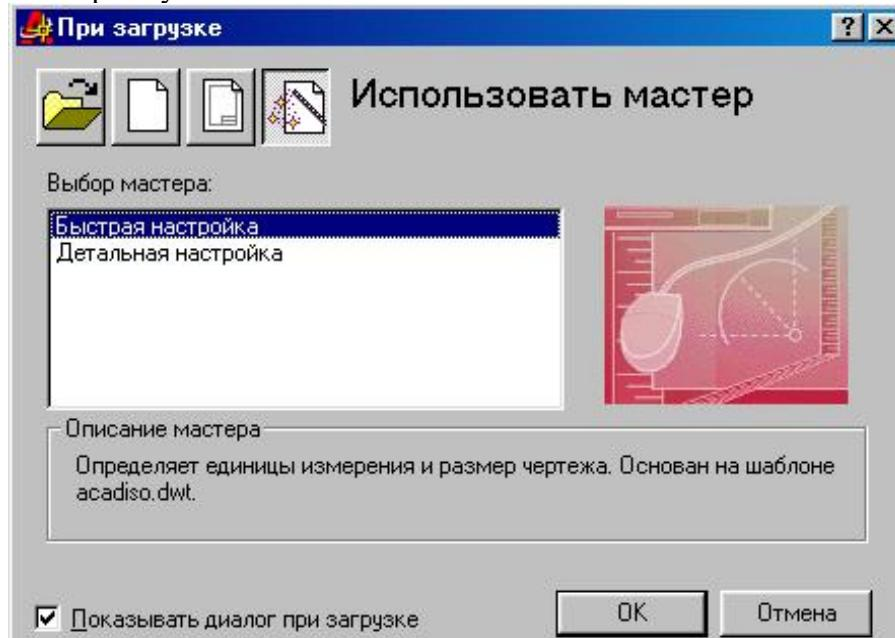

Рис. 1
2. Выберите пункт **Использовать мастер** (Use Wizard)/**Быстрая настройка** (Quick Setup) и нажмите кнопку **OK** (рис. 1).